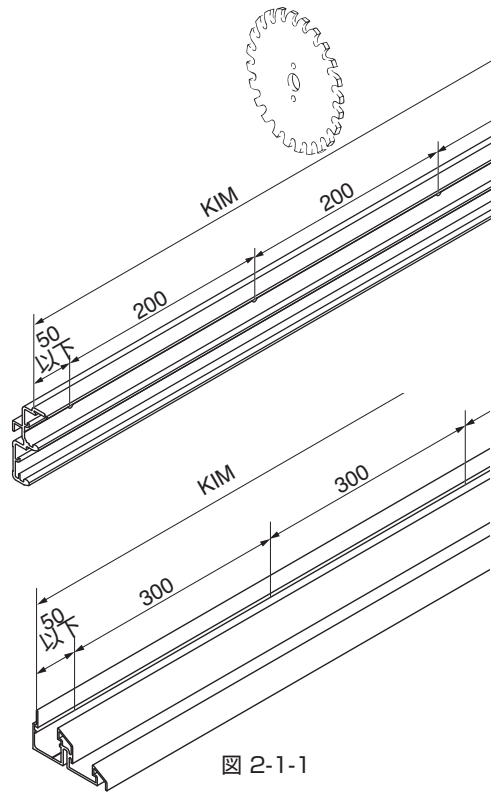

図 2-1-1
(1)レール(⑱～㉒)を右図のように切断し、穴加工を行う(図 2-1-1)。